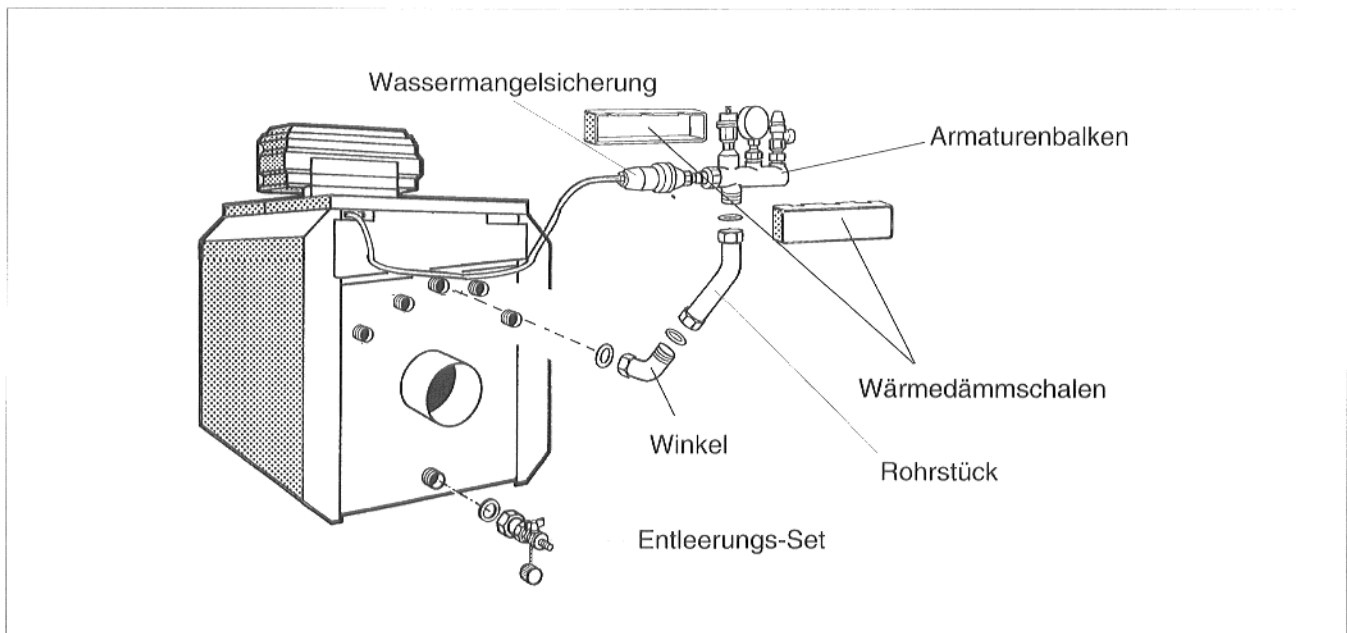

Abb. 1 Heizkessel-Sicherheits-Set KSS am Heizkessel S115 links angebaut
1. Nach oben, auf der rechten Seite des Heizkessels (Abb. 1).